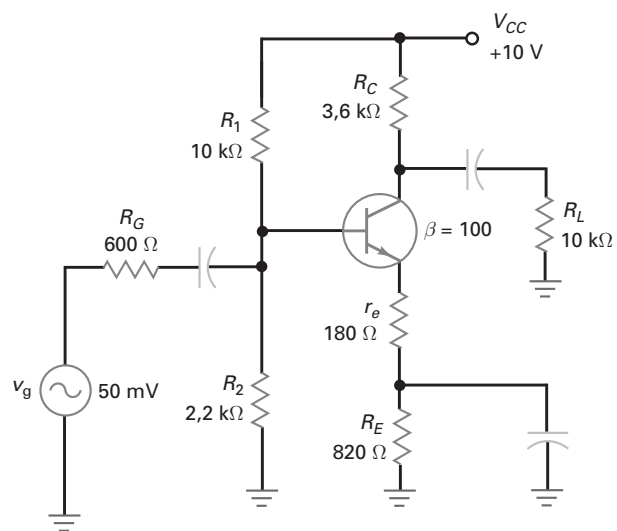

Figura 8-36
- 8-29** **MultiSim** Se a tensão do gerador na Figura 8-36 for reduzida à metade, qual será o valor da tensão de saída? Despreze r'_e .
- 8-30** **MultiSim** Se a resistência do gerador na Figura 8-36 for de 50Ω , qual será a tensão na saída?
- 8-31** **MultiSim** A resistência da carga na Figura 8-36 é reduzida para $3,6 \text{ k}\Omega$. Qual é o ganho de tensão?
- 8-32** **MultiSim** A tensão da fonte triplica na Figura 8-36. Qual é o ganho de tensão?
- 8-33** Na Figura 8-36, o capacitor de desvio do emissor está aberto no primeiro estágio. O que acontece com as tensões CC do primeiro estágio? E com a tensão CA de entrada do segundo estágio? E com a tensão de saída final?
- 8-34** Não há tensão CA na carga na Figura 8-36. A tensão CA na entrada do segundo estágio é de aproximadamente 20 mV. Cite alguns defeitos possíveis.